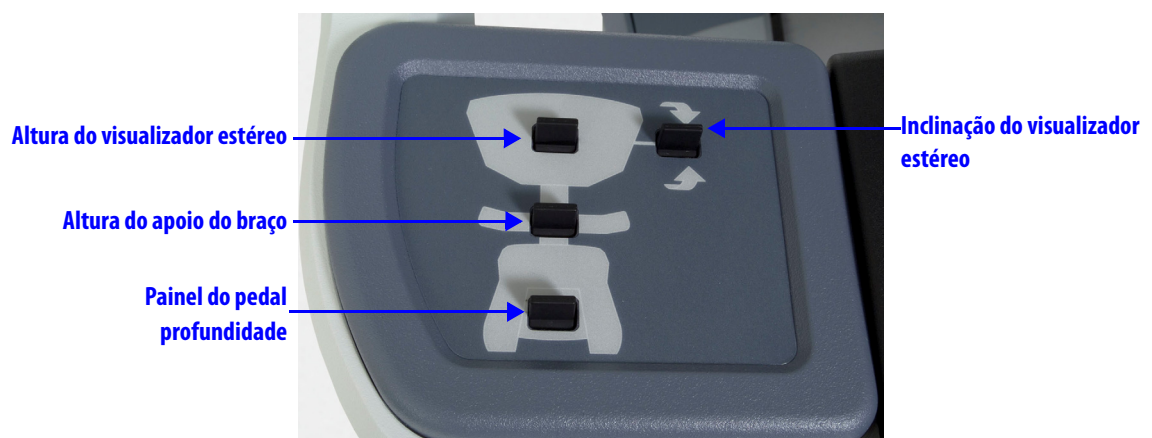

Figura 10.12 Ajuste do módulo do lado esquerdo
2. Ajuste a altura do apoio do braço de forma a que os seus antebraços fiquem apoiados confortavelmente no apoio do braço com os ombros relaxados (Figura 10.12).
3. Ajuste a altura do visualizador estéreo de acordo com a sua preferência (Figura 10.12).
4. Ajuste a inclinação do visualizador estéreo de acordo com a sua preferência (Figura 10.12). A inclinação para cima permite um ângulo do pescoço mais confortável. A inclinação para baixo permite um maior alinhamento das suas mãos e dos instrumentos no visualizador estéreo.
5. Ajuste a altura do painel do pedal de acordo com a sua preferência (Figura 10.12).